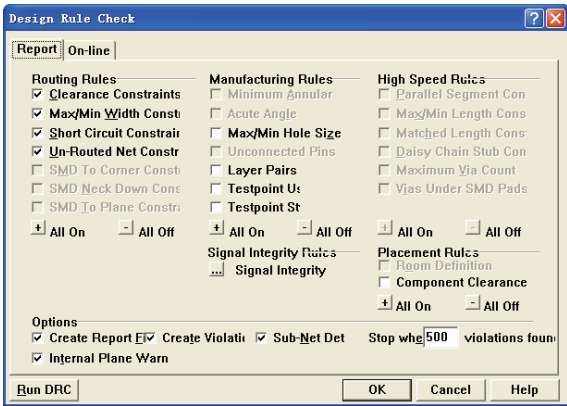
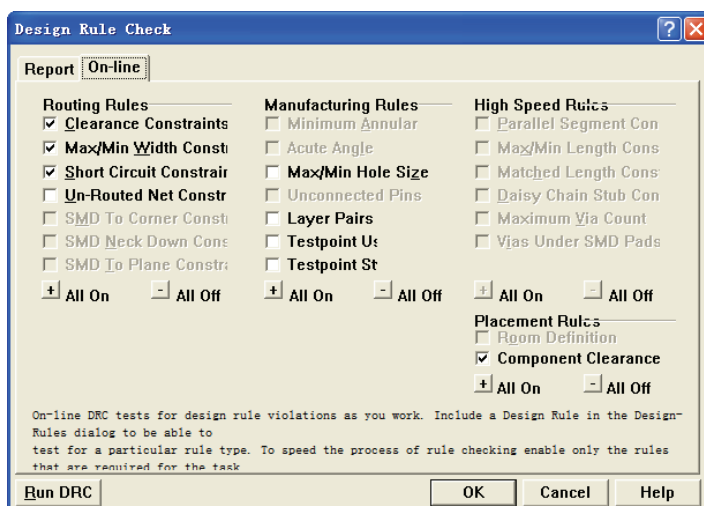

图 9-5 “Design Rule Check”对话框
图 9-7 设计规则检查器规则列表
(1) 执行该命令后，弹出如图 9-5 所示的“Design Rule Check”对话框。
在“Report”选项卡上面显示可进行检查的设计规则，有 5 类：“Routing Rules”、“Manufacturing Rules”、“High Speed Rules”、“Signal Integrity Rules”和“Placement Rules”。其中，既包括了 PCB 制作中常见的规则，也包括了高速 PCB 设计规则，如图 9-5 所示。比如线宽设定、引线间距、过孔大小、网络拓扑结构、元器件安全距离、高速电路设计中的引线长度、等距引线等，可以根据规则的名称进行具体设置。在对话框内，“On-line”（如图 9-7 所示）和“Report”两个选项卡用来控制是否在线 DRC 和批处理 DRC 中执行该规则检查。